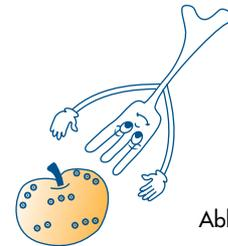

Abb. 9
- 4) **In Speisen mit Haut oder Schale (Beispiel: Äpfel, Kartoffeln, Tomaten, Würstchen, Fisch) werden mit einer Gabel mehrere Löcher gebohrt, damit der Dampf austreten kann und Haut oder Schale nicht platzen (Abb. 9).**